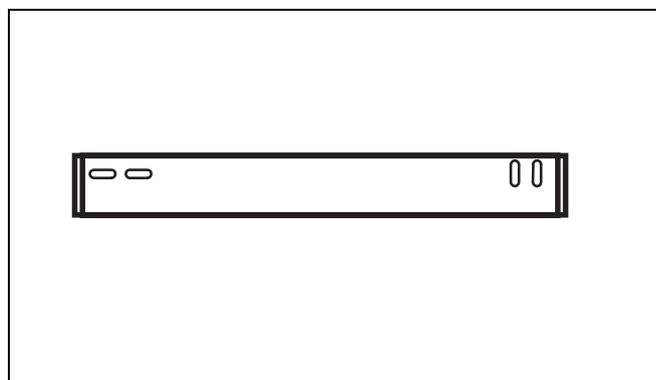

Fig. 3 Supporto a muro
- Montare il supporto a muro sulla parete (fig. 3).
- Appendere l'apparecchio al supporto a muro (fig. 3).
- Collocare il supporto a muro sulla parete (fig. 3).